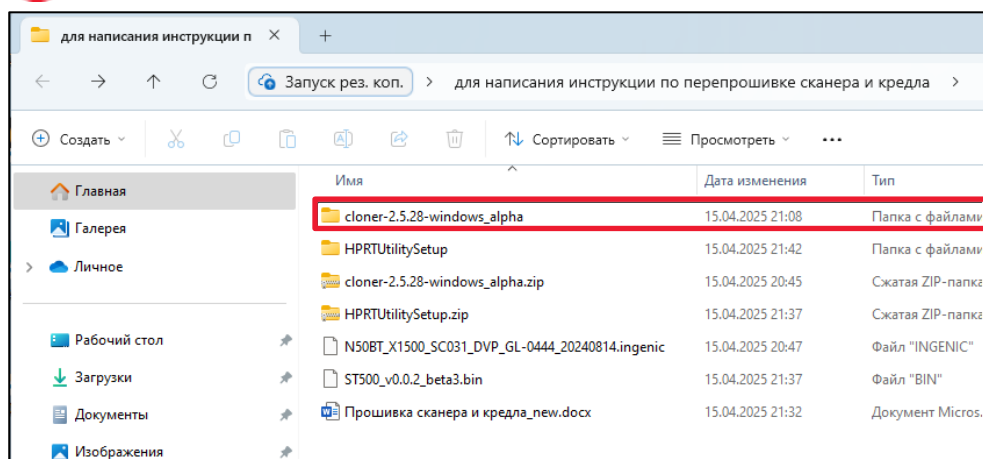

Рисунок 14. Папка cloner-2.5.28-windows_alpha
- 1 Открыть папку **cloner-2.5.28-windows_alpha** (рисунок 14);